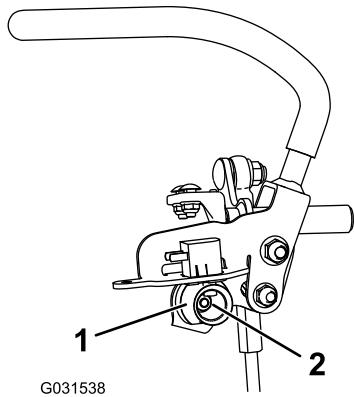

Figura 70
7. Solte a porca que fixa o excêntrico (Figura 70).